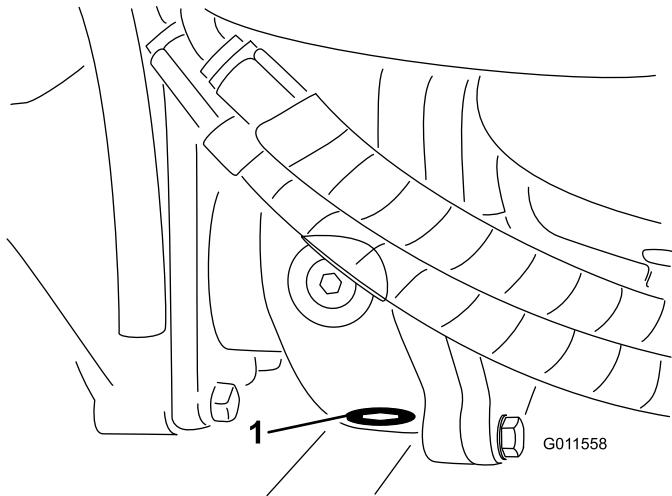

Bild 87
3. Reinigen Sie den Bereich um die Ablassschraube an der Unterseite des Getriebes (**Bild 87**)
5. Reinigen Sie den Bereich um die Ablassschraube an der Unterseite des Getriebes (**Bild 87**)